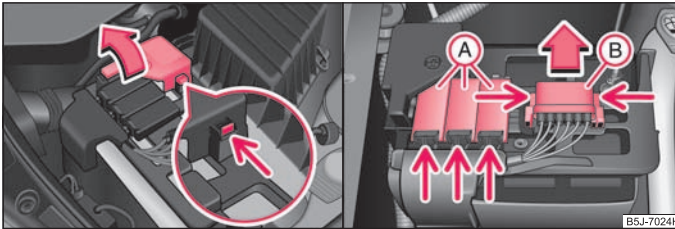

Abb. 167 Batterie: Aufklappen der Pluspol-Abdeckung / Sicherungsdeckel
- Klappen Sie die Pluspol-Abdeckung (+) auf ⇒ Abb. 167 - links.
- Drücken Sie auf die Verrastungen der Sicherungsabdeckungen (A) ⇒ Abb. 167 rechts und klappen Sie die Abdeckungen auf.
- Drücken Sie die Verrastungen der Sicherungsabdeckung (B) gleichzeitig zusammen und schieben Sie die Abdeckung in Pfeilrichtung heraus.
- Einige Fahrzeuge sind nur mit der Abdeckung (B) ausgestattet ⇒ Abb. 167 rechts. ■